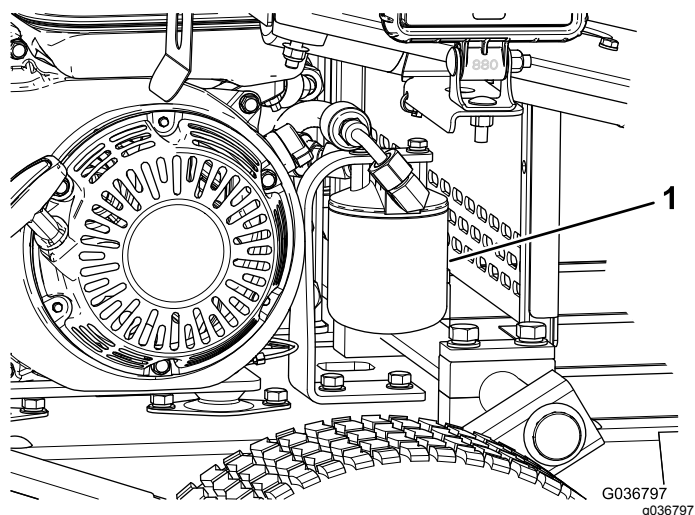

Figura 37
5. Coloque um recipiente de escoamento debaixo do filtro e retire o filtro (Figura 37).